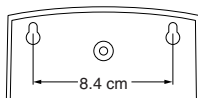

Figura 5
- En los agujeros piloto de la parte posterior de la base de la campana, cuelgue la base en los tornillos (vea la Figura 5).